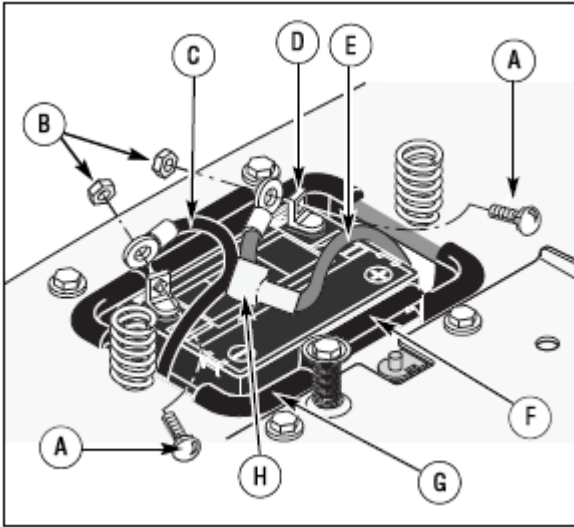

Рис. 9:
1. Найдите дату зарядки батареи (рис. 9).
2. Подсоедините красный провод с крышкой к положительной клемме (рис. 9).